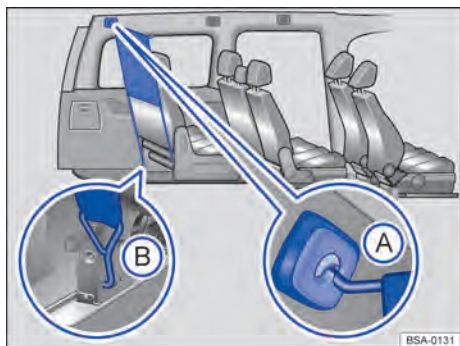

Fig. 152 Filet de séparation mis en place derrière la troisième rangée de sièges
1. Accrochez le filet de séparation dans le logement *arrière gauche* intégré au pavillon → fig. 152 (A). Faites passer la barre transversale au-dessus de la position supérieure pour l'amener en position inférieure.
3. Accrochez le filet de séparation dans la fixation de siège → fig. 152 (B).